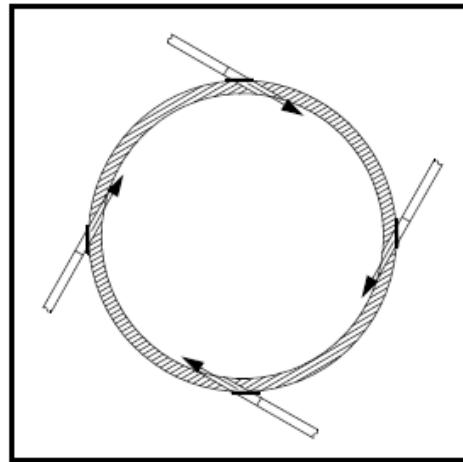

Figura 11. Ciclone com tubos de sopro de alta temperatura
3.3.b. Insira o tubo de descarga (B) no orifício com a extremidade do tubo alinhada com a superfície do refratário. Posicione o tubo de descarga para varrer as paredes quando o canhão descarregar (veja a figura 11).
1. Rosqueie (e solde, se desejar) uma flange de união (G, na figura 11) ao tubo de descarga XHV e a outra flange de união à descarga do canhão.